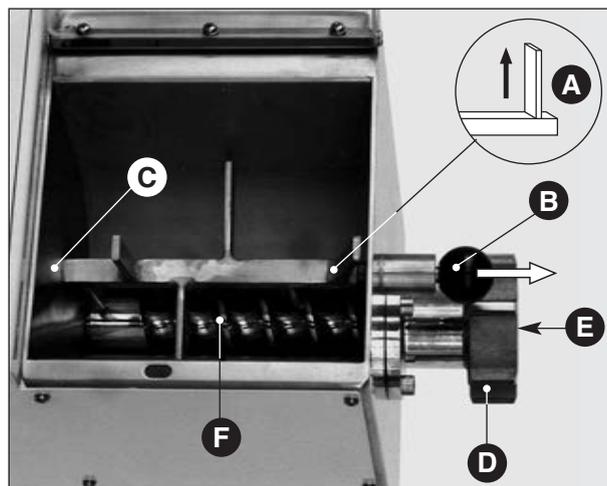

Abb. 13
- Mischgerät: sich versichern, ob der äußere Flügel in der oberen senkrechten Position ist (**Abb. 13 A**) (nur in dieser Position ist die Abnahme des Teils möglich).
Beim Modell TR 70: Das Mischgerät ausbauen, dazu den Kugelgriff (**Abb. 13**) ziehen, bis das Mischgerät freigegeben ist; beim Modell TR 75/e: Das Mischgerät ausbauen. Hierzu die bewegliche Halterung ausschrauben, bis das Mischgerät freigegeben ist (**Abb. 13 bis**). Die viereckige Welle aus dem Gehäuse herausnehmen (**Abb. 13 C**) und gleichzeitig die äußeren Enden nach oben drehen. Zur Montage des Teils in die entgegengesetzte Richtung verfahren mit dem Hinweis, die Zentrale der Welle mit der Sprosse der beweglichen Stütze auf eine Linie zu bringen; dann den Kugelgriff loslassen.
- Nutmutter (**Abb. 13 D**) und Zieheisen (**Abb. 13 E**): die Nutmutter von Hand herausschrauben (dabei aufpassen, daß kein Teil auf den Boden fällt), sodaß die Nutmutter aus dem Gehäuse hervorkommt, um keine Schäden an sich oder an den Teilen selbst hervorzurufen.
- Schnecke (**Abb. 13 F**): wenn die Nutmutter und das Zieheisen abmontiert sind, ist es einfach die Schnecke aus der Maschine herauszunehmen, indem man sie von der Spirale vom inneren Ende wegdrückt.
Abb. 13 bis